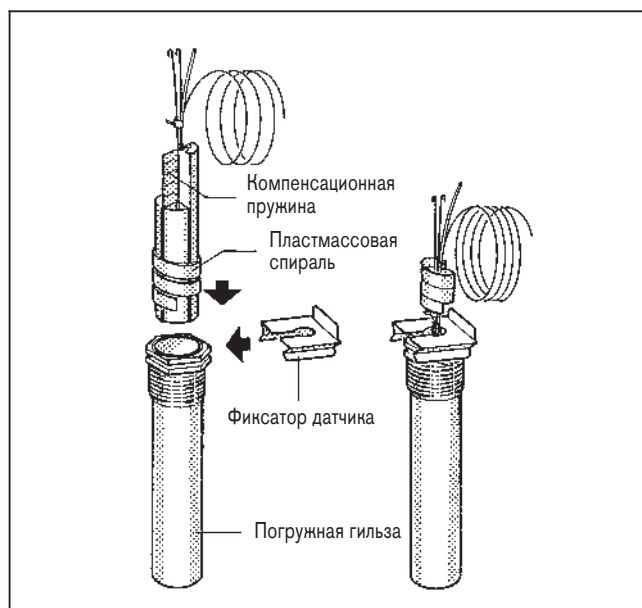

Рис. 10 – принципиальная схема
- Пластмассовая спираль, которая держит датчики, отводится при вставке автоматически назад (рис. 10).
Чтобы обеспечить контакт между погружной гильзой и поверхностями датчиков, и таким образом надежную теплопроводимость, между датчиками необходимо вставить компенсационную пружину (рис. 10).
- Надеть фиксатор датчика, сбоку или сверху, на головку погружной гильзы (рис. 10).